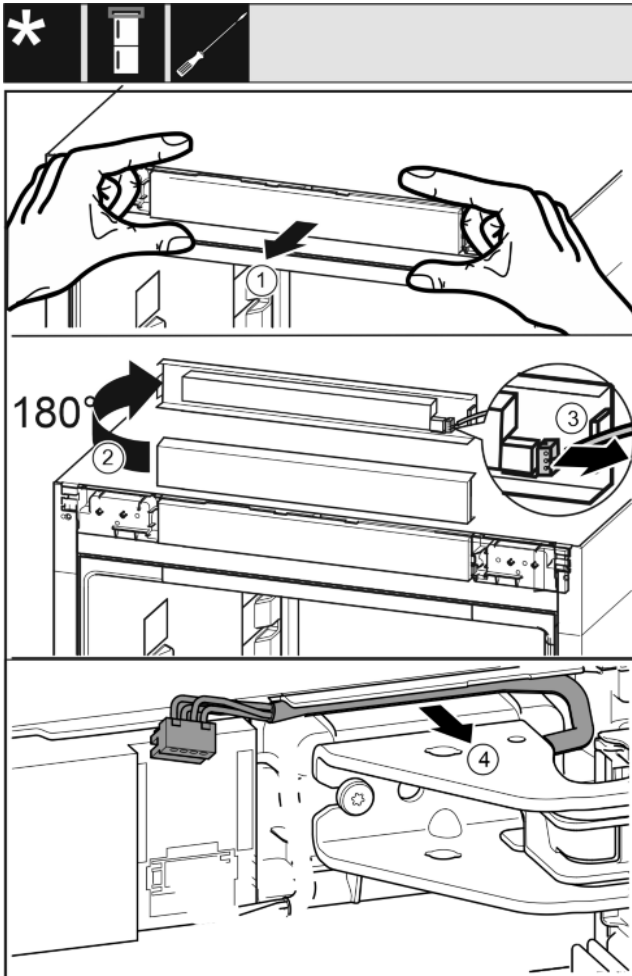

Fig. 15
- ▶ Bedieningspaneel van het apparaat voorzichtig naar voren toe losmaken. Fig. 15 (1)
- ▶ Bedieningspaneel omhoog met 180° draaien. Fig. 15 (2)
- ▶ De grendelnok naar achteren drukken en de stekker er voorzichtig uittrekken. Fig. 15 (3)
- ▶ Kabel via de lagerbus voorzichtig uit de geleiding losmaken. Fig. 15 (4)